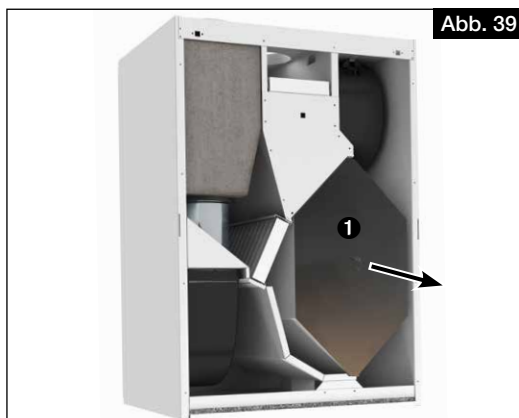

Abb. 39
3. Wärmetauscher  vorsichtig aus dem Gerät ziehen (s. Abb. 39).